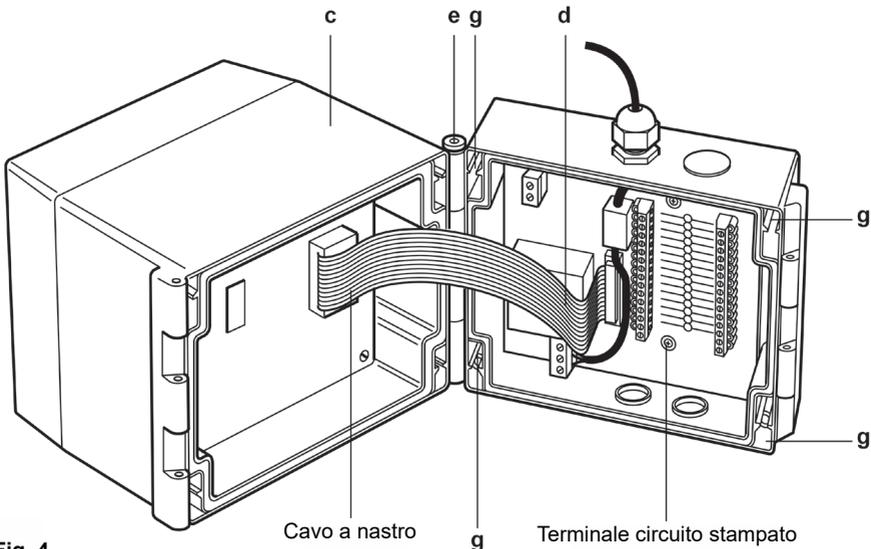

Fig. 4
3. Aprire ruotandolo il pannello frontale 'c' (Fig. 4).